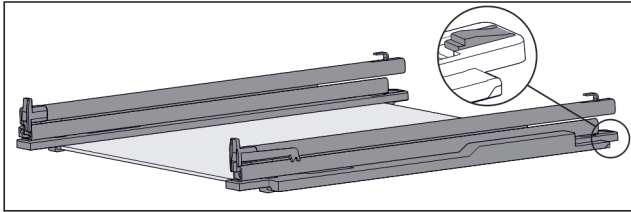

Fig. 123 Glasplatte mit Schienen und Halteteilen
- ▶ Halteteil hinten herunterdrücken (siehe Fig. 123) und gleichzeitig Schiene nach hinten schieben.